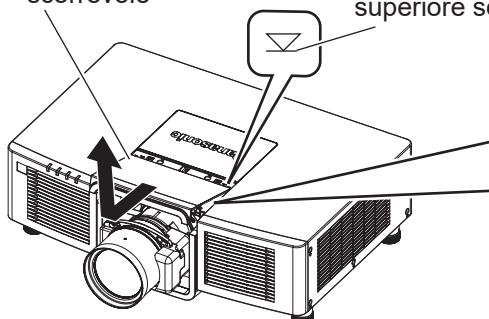

Fig. 3
2) Rimuovere la copertura superiore scorrevole. (Fig. 3)
5) Collegare la copertura superiore scorrevole. (Fig. 3)